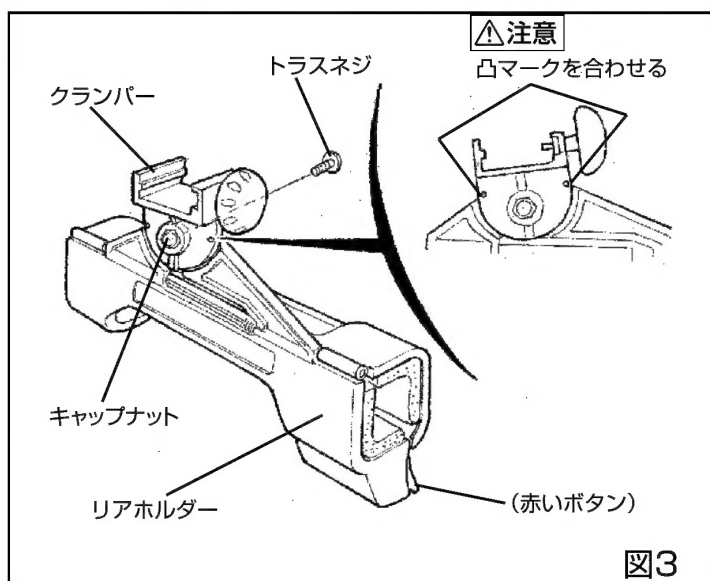

図3
1) 図3のように、全てのリアホルダーにクランパーを組み付ける。